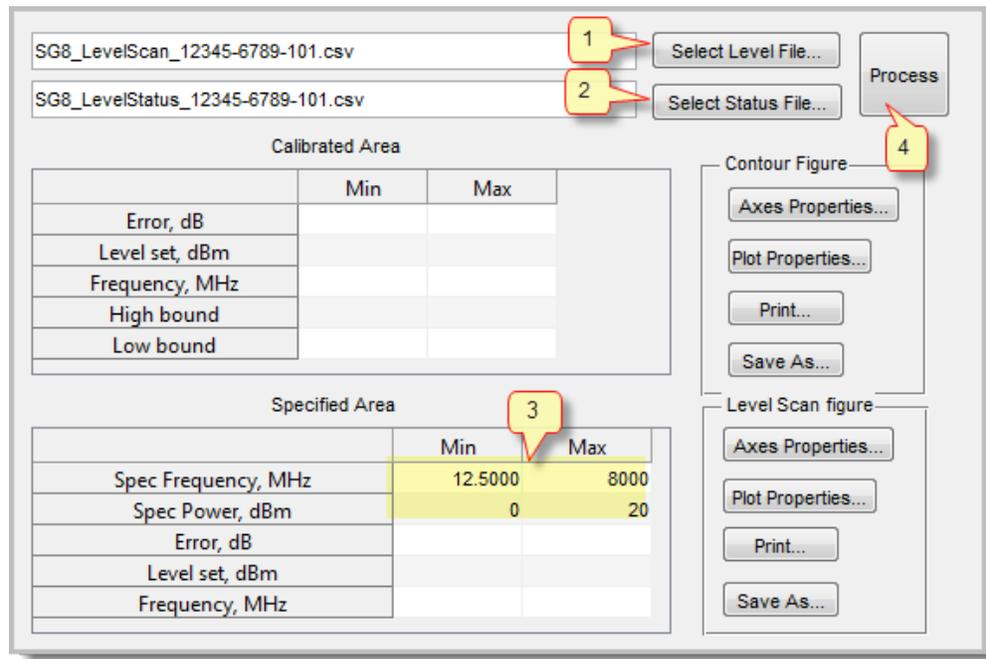

Рис. 16: Приложение SG8\_TP\_LevelScan – выбор файлов и задание области
1. Выберите файл сканирования уровня (SG8\_level\_<Serial\_No>.csv), поз. 1, рис. 16.
2. Выберите файл сканирования статуса (SG8\_status\_<Serial\_No>.csv), поз. 2, рис. 16.